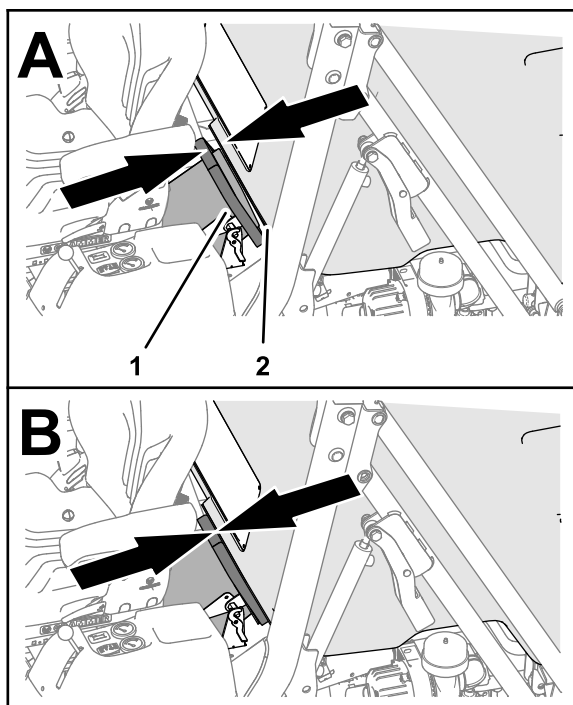

図 137
2. ホッパーの前後位置を調整してホッパーの入り口をシュートシールに合わせる 図 137。